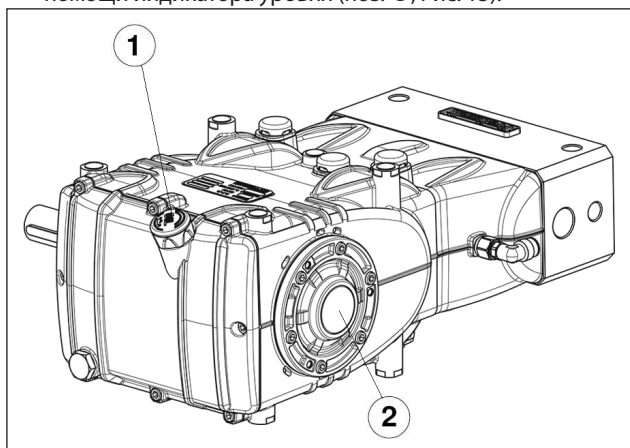

Рис. 15
5. При проверке с помощью специального щупа масло в картере насоса находится на нужном уровне (поз. ①, Рис. 15), в крайнем случае выполните проверку при помощи индикатора уровня (поз. ②, Рис. 15).